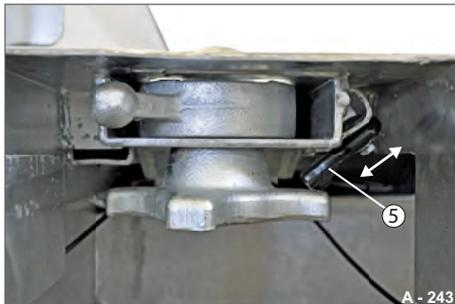

Abb. 156 Übersicht „Twist-Lock“
- ▶ Fallsicherung (Abb. 156/5) anheben und sichern.